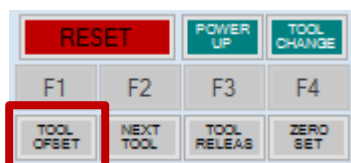

Рис.145. Кнопка «TOOL OFFSET»
9. Нажать кнопку «TOOL OFFSET» для расчета и ввода значения в таблицу (рис.145);